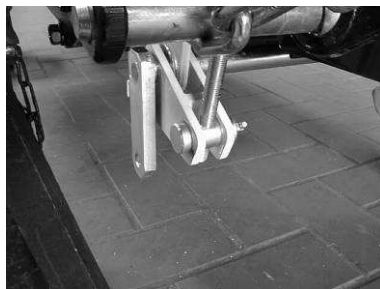

Bild 34: Querbolzen 1
- 5.3 Setzen Sie den Querbolzen 1 (mit Gewinde) in die Aufnahme der Hubwelle ein. Achten Sie darauf, dass der Schmiernippel nach innen zeigt (siehe Bild 34).